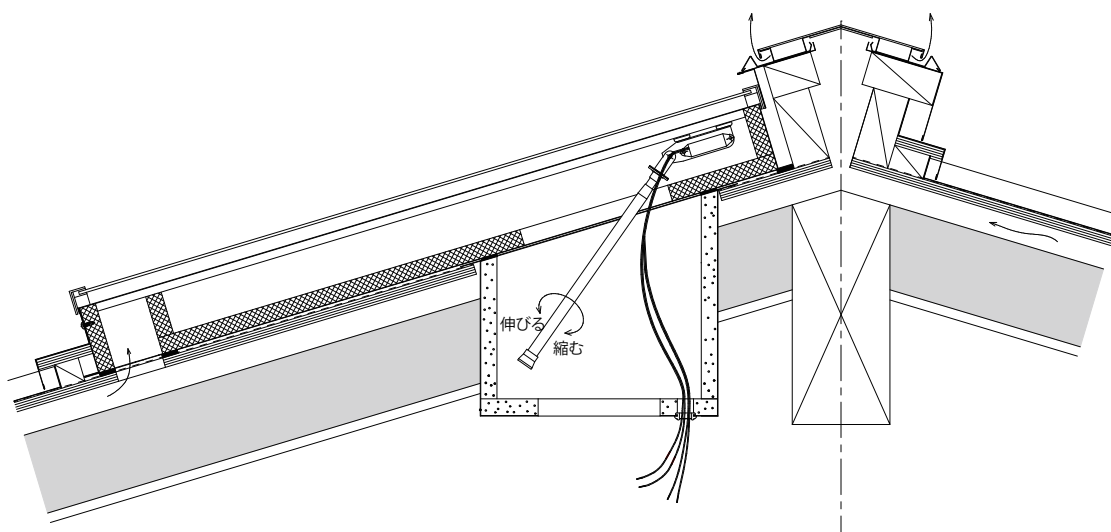

図2
2. マグネット金物についている支持棒をねじり短くした後に、マグネット金物と温度スイッチをダクト外に取り出します。(図2)